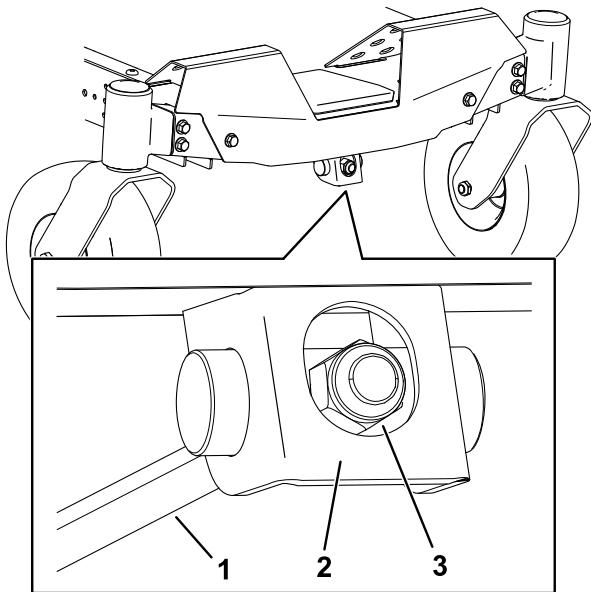

Figure 70
1. Tournez l'écrou de réglage à l'avant du tablier de coupe (Figure 70).